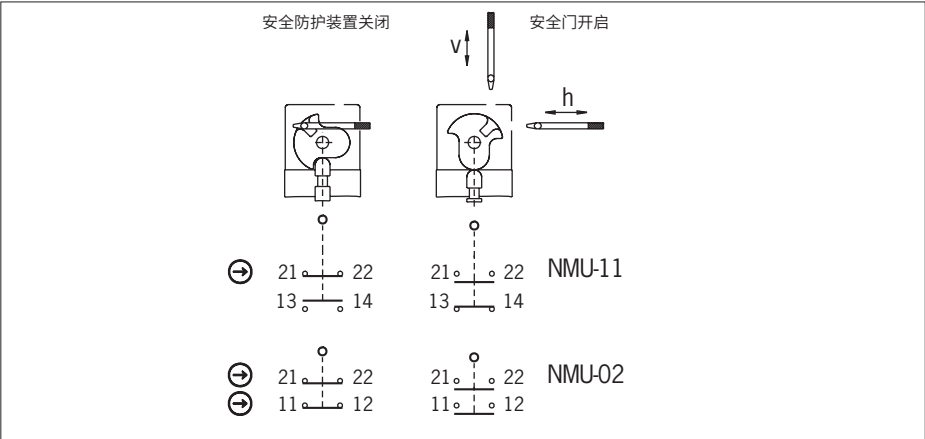

图4: 开关元件和开关功能
必须至少使用一个触点(⊕)。这样便可发出安全门位置信号(有关端子分配,请参见图4)。
- 3. 连接各端子并以0.5 Nm的力矩拧紧(有关端子分配,请参见图4)。